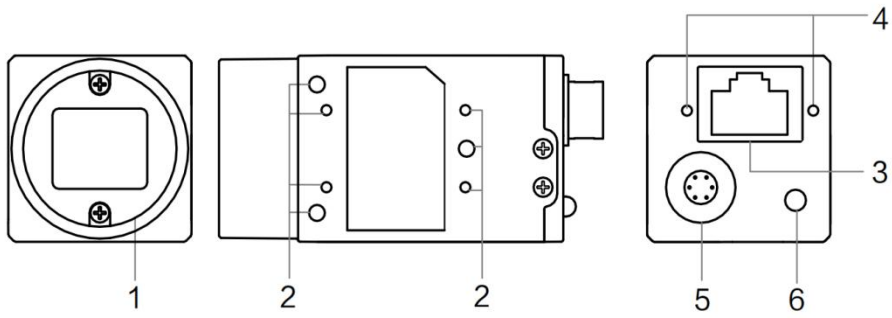
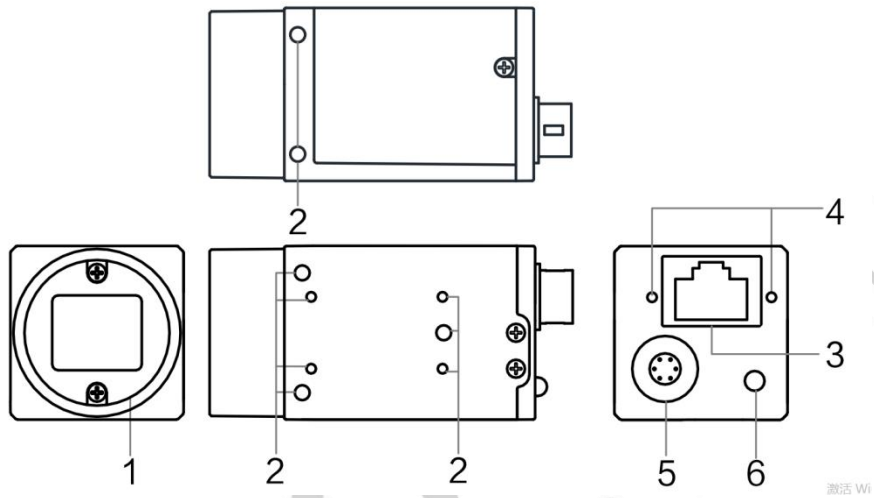

图1-1 29 mm×29 mm×42 mm
图1-2 29 mm×29 mm×42 mm (可四面固定)
- 图 1-1 为尺寸 29 mm×29 mm×42 mm 的千兆网口面阵相机外观。
- 图 1-2 为尺寸 29 mm×29 mm×42 mm 且可四面固定的千兆网口面阵相机外观。
- 29 mm×29 mm×42 mm（图 1-1 和图 1-2）